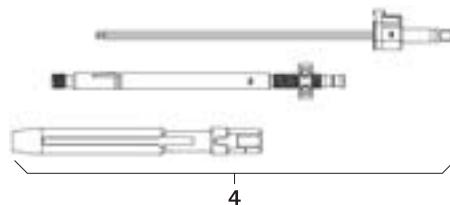

Fig. 10
- Montare la leva da riduzione 4, vedere Fig. 10.